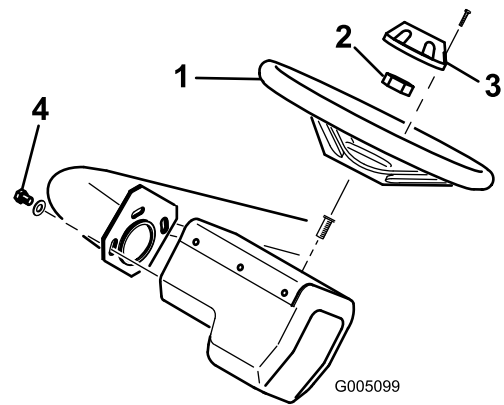

図 7
1. ハンドルをシャフトにはめ込み、ジャムナットで固定する (図 7)。43 Nm (4.4kg.m) にトルク締めする。
2. ハンドルにキャップをはめ込み、ネジで固定する (図 7)。
注 オペレータの体格や好みに合わせてハンドルの位置を調整することができます；3本の取り付けネジをはずし、適当な高さにハンドルを調整してネジを元通りに締めてください (図 7)。